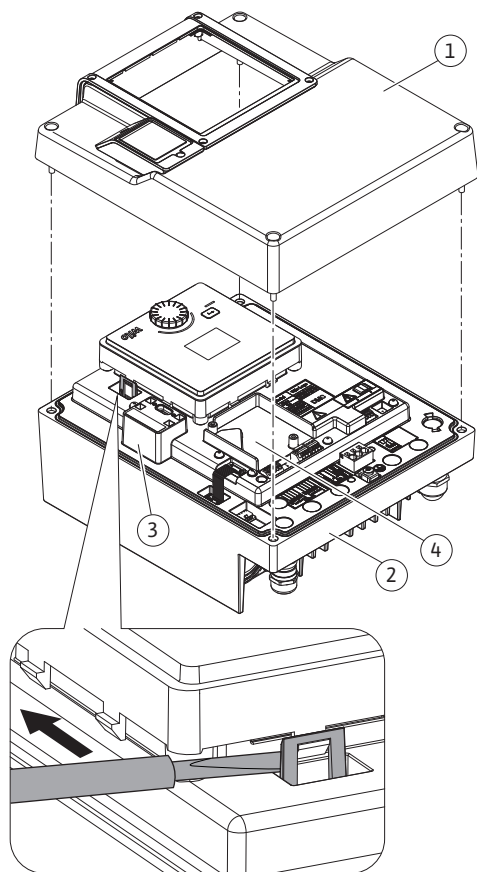

Fig. 28: Elektronicamodule
CIF-modules (toebehoren) zijn bestemd voor de communicatie tussen pompen en gebouwbeheersystemen. CIF-modules worden in de elektronicamodule geplaatst (Fig. 28, pos. 4).